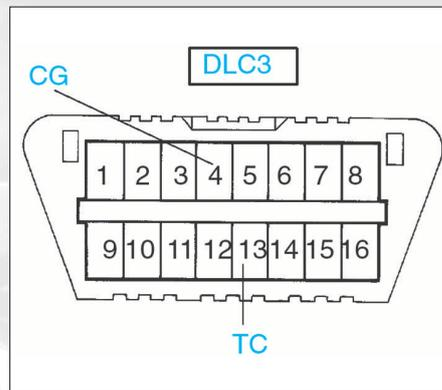

FIG. 20
- Déposer le bouchon de remplissage (3) et le bouchon de trop-plein (2).
- Reposer le bouchon de trop-plein (2).
- Dans le véhicule, créer un court-circuit entre les bornes "TC" et "CG" de la prise de diagnostic (DCL3) (fig. 20).